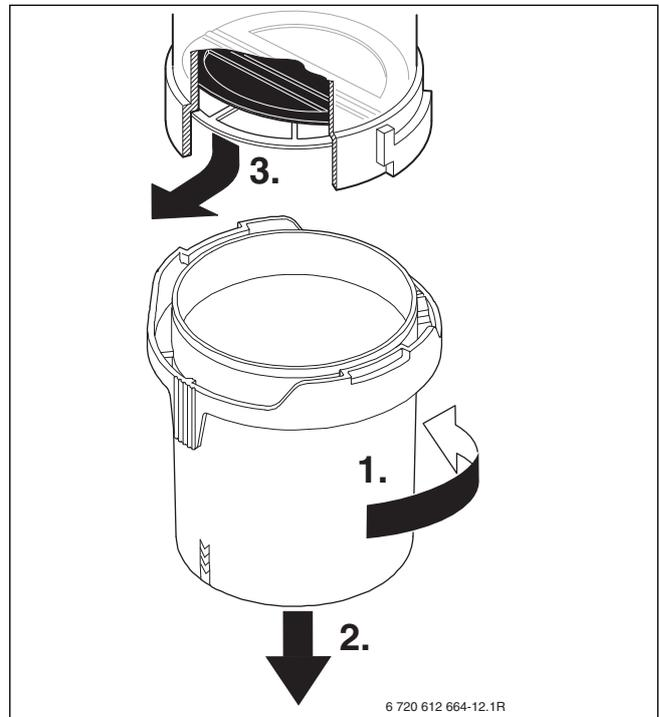

Fig. 71 Miscelatore aria /gas (posizione raffigurata in fig. 3, rif. 25)
- ▶ Aprire il miscelatore aria/gas (fig. 71, rif. 1 e 2).